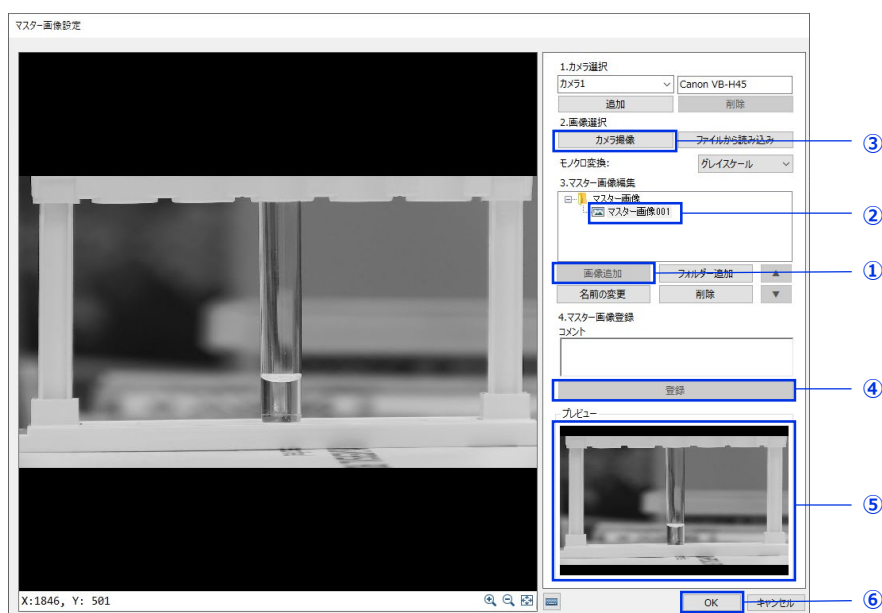

図6
- 2 画面右にある「3.マスター画像編集」下にある①「画像追加」ボタンを押します。②「マスター画像001」が表示されたことを確認し、「2.画像選択」下にある③「カメラ撮像」ボタンを押します。画面左に先ほど表示されていた画像が映ることを確認し、「4.マスター画像登録」下にある④「登録」ボタンを押します。画面右下の⑤「プレビュー」に画面左の画像と同じ画像が表示されていることを確認します。最後に画面右下の⑥「OK」ボタンを押して、マスター画像設定完了です。（図6）その後「OK」ボタンを押し、フローチャート編集画面に戻ります。